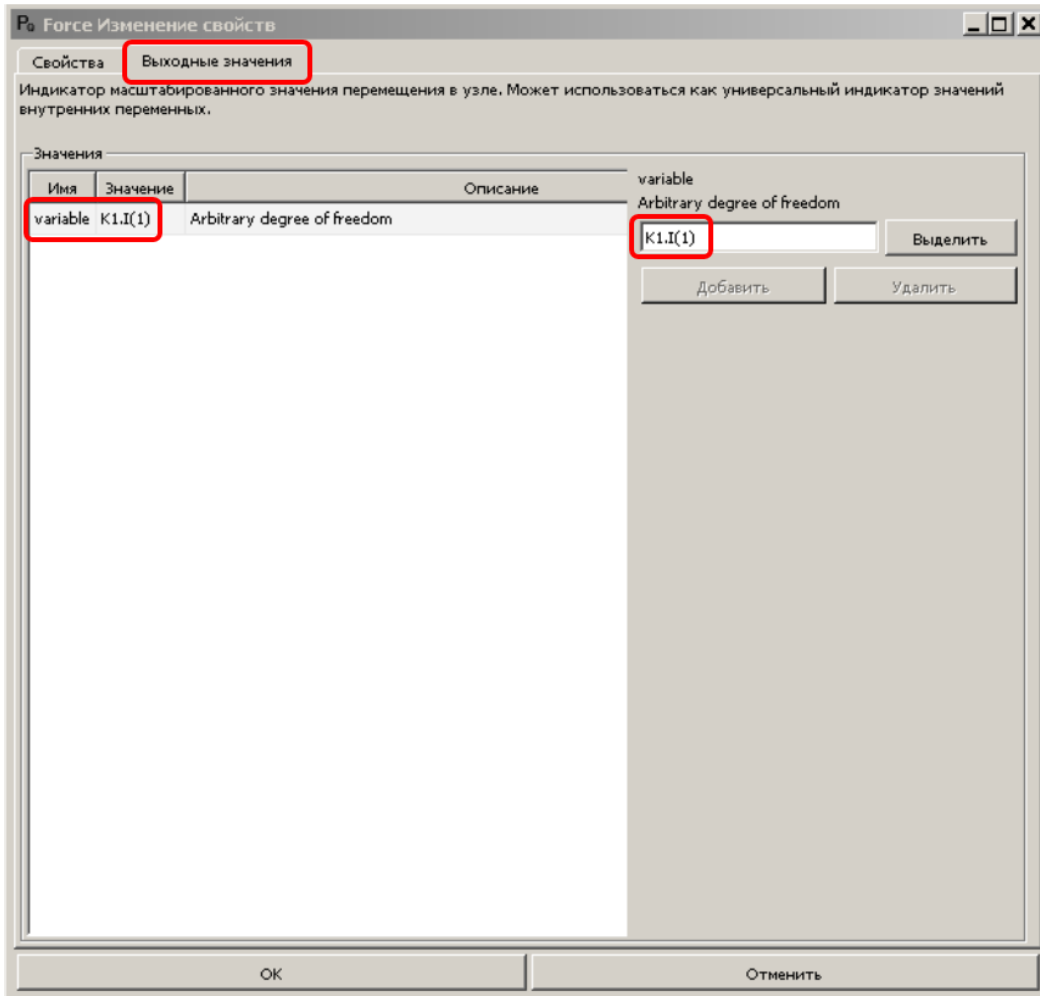

Рисунок 10. Измерение силы в пружине
ки мыши на компонент, либо нажав правой кнопкой мыши на компонент и в появившемся меню выбрав «Изменить свойства». Во вкладке «Выходные значения» нужно ввести $K1.I(1)$ (рисунок 10), где $K1$ – обозначение компонента (элемента) упругой связи, I – функция для измерения потоковой переменной (здесь силы), (1) – номер степени свободы модели, через которую мы измеряем силу.